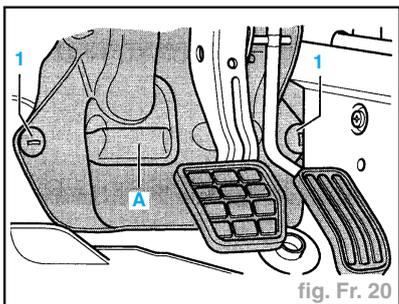

fig. Fr. 20
- Déposer les vis (1) (fig. Fr. 20).